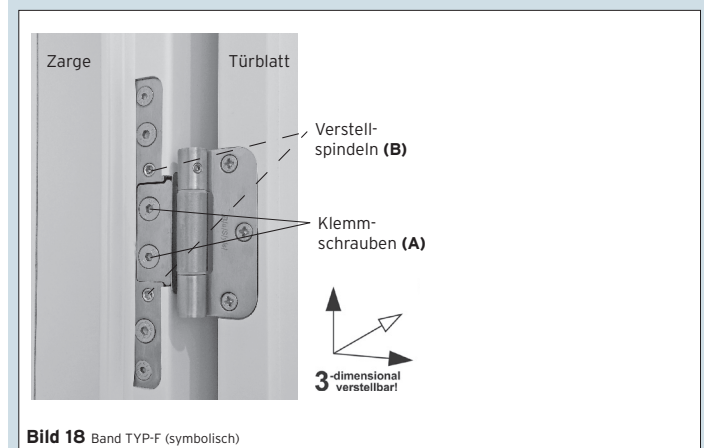

Bild 18 Band TYP-F (symbolisch)
Das Band im Türblatt einsetzen und mit den beiliegenden Holzschrauben verschrauben (Bild 18).
Zum Einsetzen des Türblattes in die Zarge das Türblatt vor die Zarge stellen und so unterlegen, dass das Rahmenteil des Bandes mittig vor der Öffnung der Bandaufnahme ist. Rahmenteil in die Bandaufnahme einschieben und die Klemmschrauben (A) im Uhrzeigersinn festdrehen: Drehmoment mind. 9,5 Nm (Bild 18).